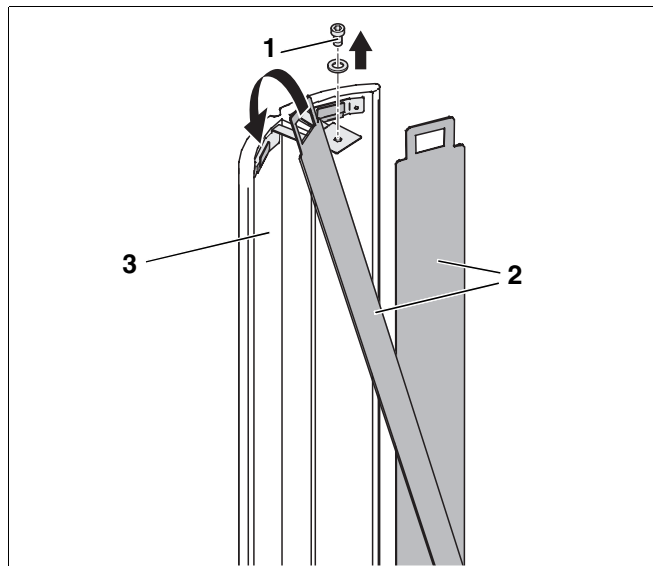

Abb. 14 Schutzbleche an den Seitenkacheln anbringen
- Schrauben und Unterlegscheiben (Abb. 14, **Pos. 1**) aus den Regulierungsbügeln der Seitenkacheln herausdrehen.
- Schutzbleche (Abb. 14, **Pos. 2**) in die Seitenkacheln (Abb. 14, **Pos. 3**) einhängen.